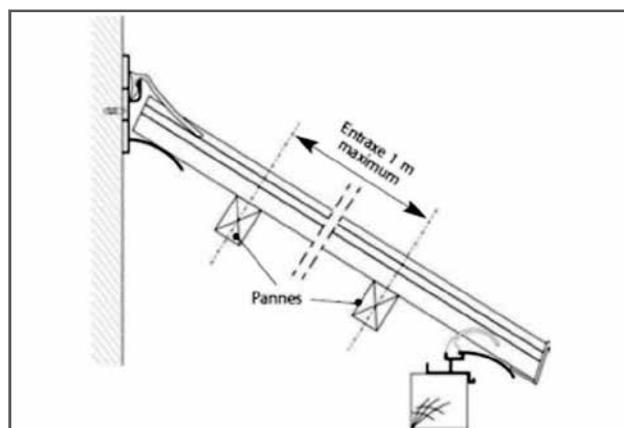
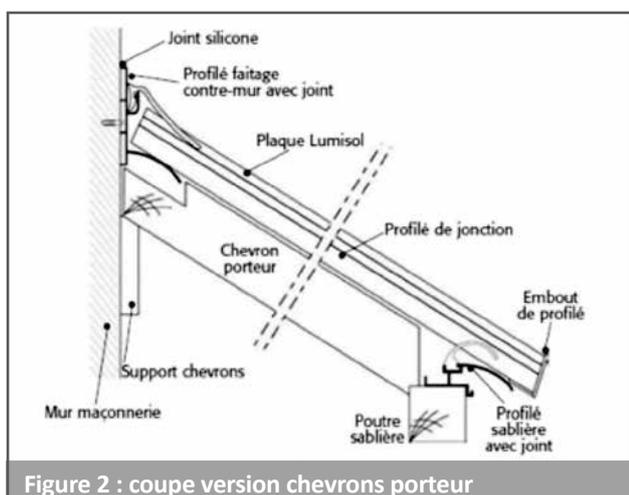

Figure 4 : coupe version support pannes entraxe 1m max.
Figure 2 : coupe version chevrons porteur
1. Fixation des profilés de faîtage contre-mur et sablière avec son joint sur chevrons porteurs (figure 2) ou sur pannes (figure 4).